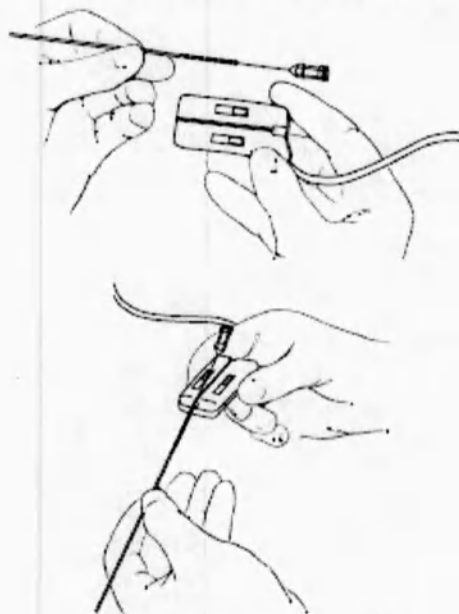

Рис. 12
1. Полностью введите кончик электрода в коннектор тестового кабеля (см.Рис.12).